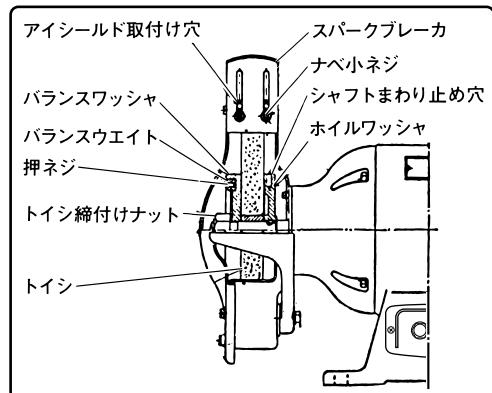

図 6
1. トイシの取付け、取りはずしは図6のようにホイルワッシャにシャフトのまわり止め穴があいておりますから、この穴に棒をさし込んでシャフトのまわるのを止め、トイシ締付けナットをまわしてください。